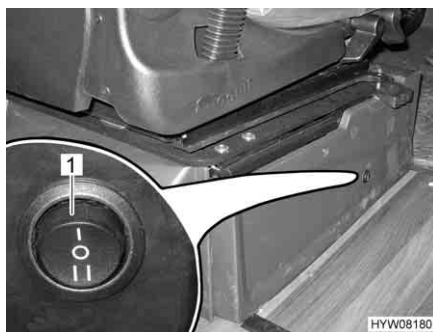

Fig. 110 Interruttore per ventola aggiuntiva (Fiat)
Le ventole aggiuntive vengono comandate mediante interruttore (Fig. 110,1). L'interruttore è installato sul lato interno della console del sedile del conducente (Fig. 110).
**Accensione:** ■ Portare l'interruttore (Fig. 110,1) in posizione "I" o in posizione "II".